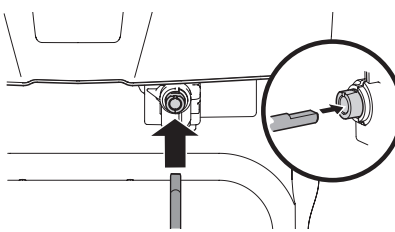

Figura 2-35
- Unidades con control del canal eléctrico - Inserte el otro extremo del eje flexible en el acoplamiento de la varilla de control del canal que está debajo del tablero de instrumentos. Asegúrese de alinear el extremo plano de la varilla y el extremo plano del acoplador. Puede ser necesario girar la varilla hasta que se alineen estas dos superficies. Consulte el recuadro Figura 2-35.